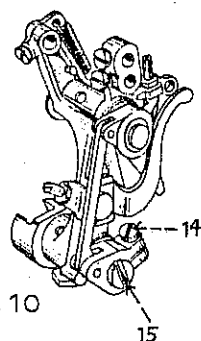

fig. 10
- Die Klemmschraube 14 nur soweit lösen, daß die Kulissenachse 15 sich mit dem Einstellschlüssel 106 300 - 306 nur zäh drehen läßt (Fig. 10).